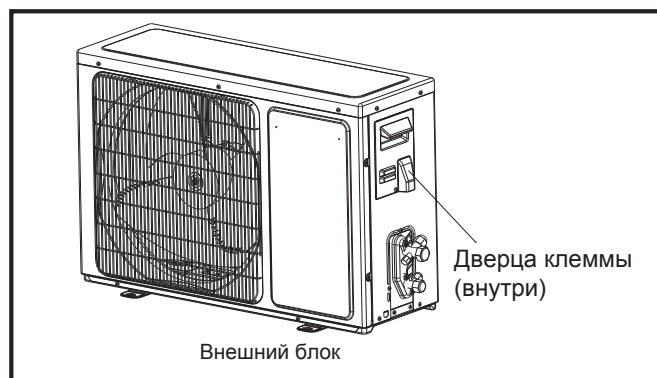

Рис. 22
1. Снимите дверцу клеммы с блока, ослабив винт. Подключите провода к клеммам на плате управления по отдельности, как указано на Рис. 22.